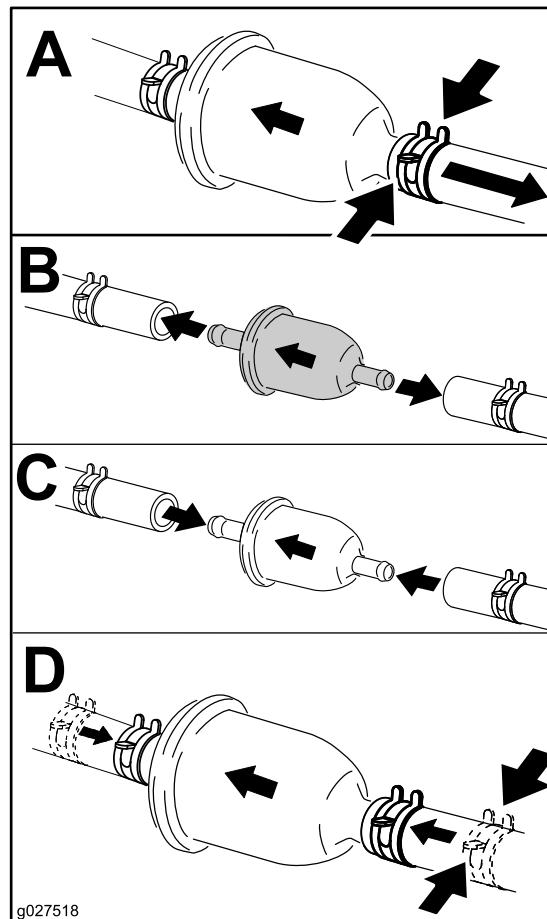

Bild 53
3. Tauschen Sie den Kraftstofffilter aus (Bild 53).